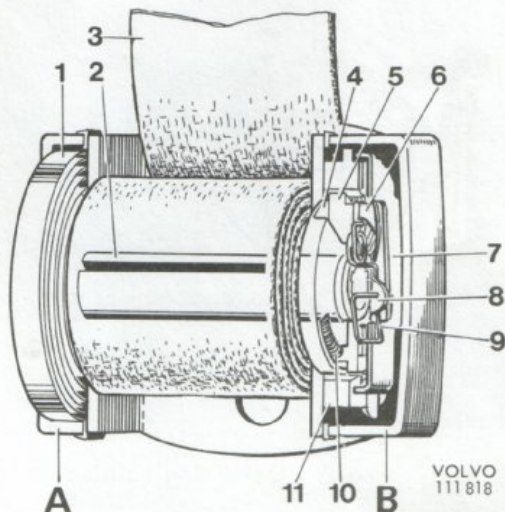

Bild 1. Rullbälte, genomskuret
Bältet är fastsatt på en axel vilken är infäst mellan två gavlar. I den ena gaveln (A, bild 1) finns upprullningsfjäders, och i den andra (B) låsmekanismen).
● Låsmekanismen består av ett låshus (11 bild 1), en låskolv (5) samt två skivor, axelskivan (4) och trögskivan (6). I skivornas ytor som är vända mot varandra finns uttag för låskolven samt en tryckfjäder (10). Axelskivan är fast förbunden med rullens axel (2) medan trögskivan är rörlig på axeln, men hålls i axiell led av en på axeln fastnitad bricka.